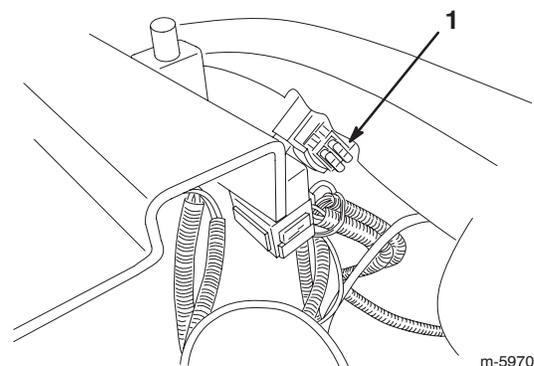

Figure 26
1. Pour remplacer un fusible, tirez dessus pour l'enlever de son emplacement (Fig. 26).